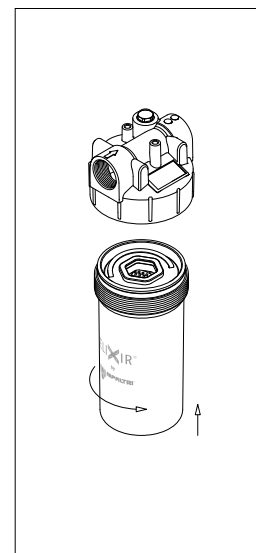

fig. 6
- (Fig. 6) Calzare l'elemento filtrante sul codolo ed avvitare il contenitore facendo riferimento alla tabella delle coppie di serraggio al paragrafo 3. Prestare attenzione a non danneggiare le guarnizioni.